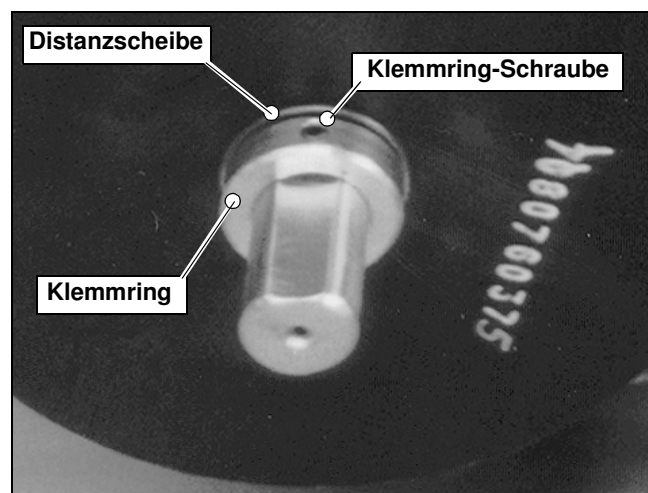

Bild 5.5 CSA-1000, Ausrichtung des Klemmrings auf einer Speicherrollen-Welle
- Sichern Sie die Rollen beim CSA•1000 mit den Klemmrinnen auf den Achsen (Bild 5.5). Drücken Sie den Rollensatz während des Festziehens der Klemmring-Schraube zusammen. Damit erreichen Sie ein minimales Spiel und verhindern Rollenschlagen, übermäßigen Verschleiß mit folgendem Abspringen des Sägesseils.
Die Klemmringe müssen so auf der Welle ausgerichtet werden, dass die jeweilige Klemmring-Schraube auf der plangeschliffenen Fläche der Welle zu stehen kommt (siehe Bild 5.5)!